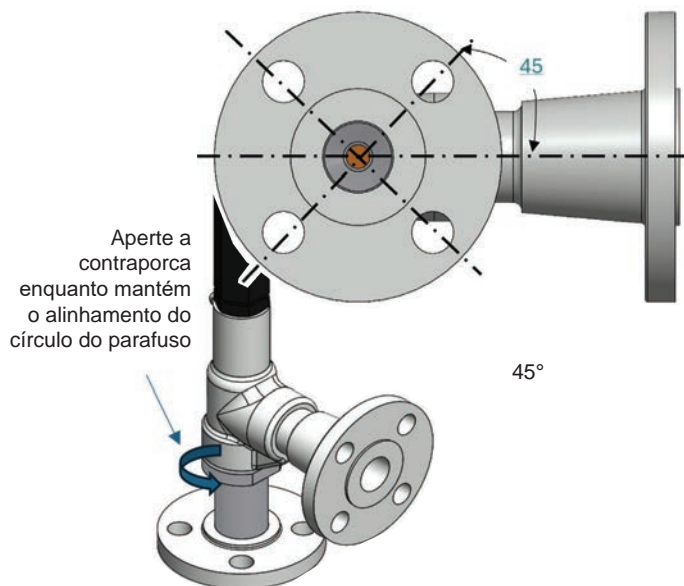

Figura 18 - Relógio do flange da contraporca da solda de soquete
3. Use uma base polida (1) limpa para a pressão de ajuste da válvula (consulte a espessura do assentamento da Tabela 6 na página 29). Coloque um disco polido (2) na base com as superfícies polidas viradas uma para a outra. Coloque o suporte do disco (4) no disco (2) e na base (1). Coloque a guia (5) por cima do suporte (4) do disco na base (1). Lubrifique a superfície do rolamento da haste do suporte do disco com lubrificante de rosca com base não-cobre.
4. Lubrifique a ponta da haste com uma pequena quantidade de lubrificante de rosca à base de não-cobre e insira a haste (9) no alojamento da haste do suporte do disco (4).
5. Aplique uma pequena quantidade de lubrificante de rosca à base de não-cobre na superfície do rolamento do suporte inferior da mola (10) e faça-a deslizar por cima do fuso (9). Instale a mola (11) e o suporte superior da mola (10).
6. Aplique uma pequena quantidade de lubrificante de rosca à base de não-cobre nas rosca da contraporca (1A). Quando forem utilizados um castelo (6) e base (1) de aço inoxidável e/ou um castelo padrão para serviço acima dos 500°F de temperatura, aplique lubrificante de rosca à base de não-cobre às rosca da contraporca. Antes de apertar o castelo (6) completamente, ajuste a posição da guia para que um dos furos esteja alinhado com a descarga da válvula.
7. Enquanto mantém o conjunto do fuso no lugar, abaixe o castelo (6) na base (1) e aparafuse a contraporca (1A). Mantenha o relógio do flange de entrada em relação à linha central do castelo, como mostrado na Figura 18 na página 36. Aperte a contraporca (1A) ao castelo (6) usando um torque suficiente da Especificação do Torque na Base (consulte a Tabela 12 na página 41). Se houver vazamento na junta, o torque recomendado pode ser excedido, mas não exceda o torque máximo mostrado.